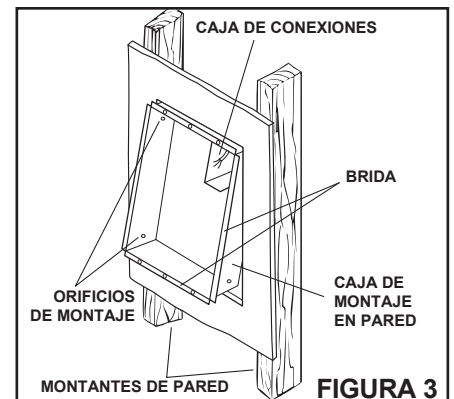

FIGURA 3
6. **Vea la figura 3.** Inserte primero la PARTE SUPERIOR de la cubierta en el recorte, de manera que el conector puede pasar por la pared. Luego inserte la parte inferior de la cubierta en el recorte. **La brida tiene que estar al ras con la pared.**